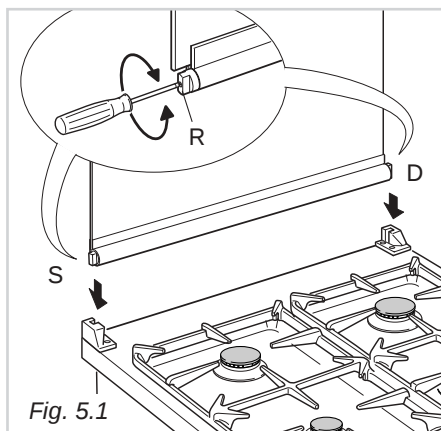

Fig. 5.1
- nella sede destra deve essere montata la cerniera con la stampigliatura **"D"** mentre nella sede sinistra la cerniera con la stampigliatura **"S"** (Fig. 5.1)
Eventualmente registrare la taratura delle molle delle cerniere ruotando le viti (**R**) in senso orario (fig. 5.1).